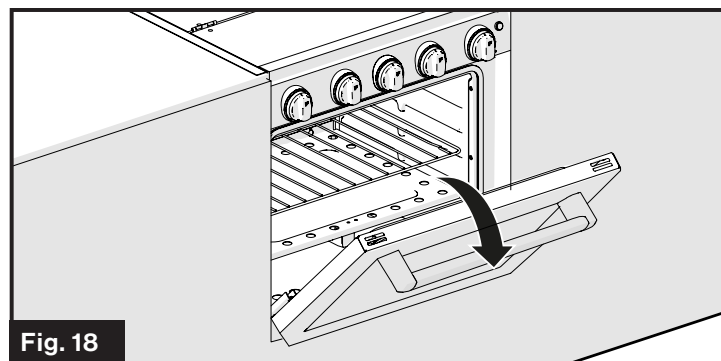

Fig. 18
1. Tirez la poignée du four pour ouvrir la porte. Si vous sentez une odeur de gaz, **ARRÊTEZ!** Reportez-vous à la section relative à l'installation et suivez les instructions indiquées pour l'appareil. (Fig. 18)